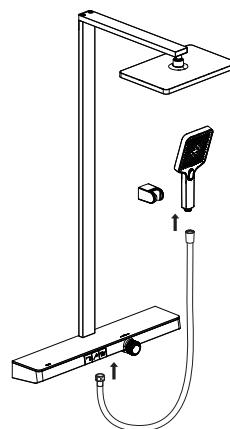

Abbildung 5
c) Verbinden Sie den Schlauch mit der Thermostatbrausestange und schließen Sie am anderen Ende den Duschkopf an (Abbildung 5).